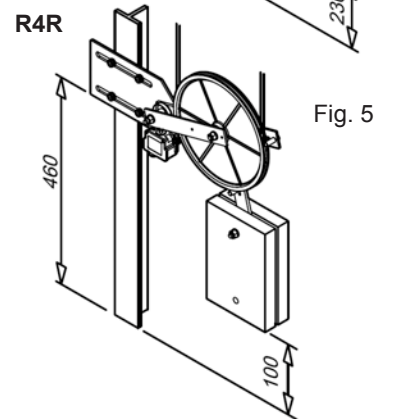

Fig. 5
- Nel modello con contrappeso verticale montare la staffa di fissaggio a circa 460mm (valore approssimativo: Fig. 5) dal fondo del pozzo.
- Nel modello con contrappeso verticale tenere una distanza di circa 100mm tra il contrappeso e il fondo del pozzo (Fig. 5).
- Models with the vertical counterweight mount the mounting support at about 460mm (approximate value: Fig. 5) from the bottom of the shaft.
- In the model with vertical counterweight keep a distance of about 100mm between counterweight and bottom of the shaft (Fig. 5).